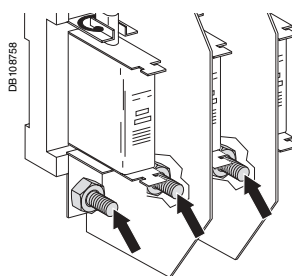

Fig. 9 : raccordement de puissance coffrets C1 et C2.
- brancher les phases repère L1, L2, L3 sur les plages repérées L1, L2, L3 (fig. 9).